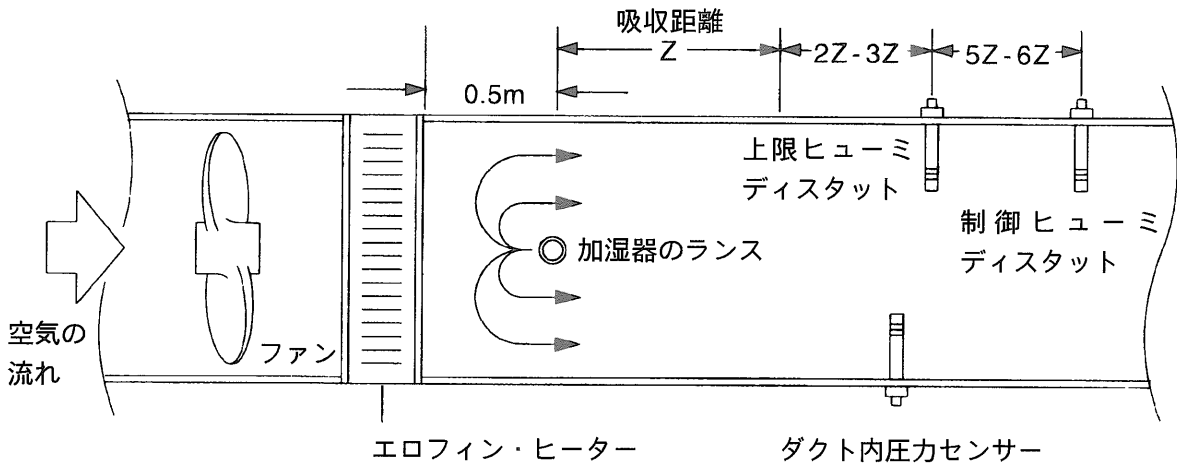

図 4.
5.2 吸収距離 Z (図 4 参照) は蒸気の扇状の拡散分布が見えなくなる距離と一般に考えられています。しかし、すべて蒸気の吸収が行なわれているとは限定されません。
一般的に、ノズルはランス1次側の最も近い部品から0.5m 離れるようにランスを設置してください。図 4 参照。
5.5 湿度および温度センサーは、蒸気と空気が完全に混合される下流側に設置して下さい。これにより、正しい値を検出することが可能になります。図4参照。